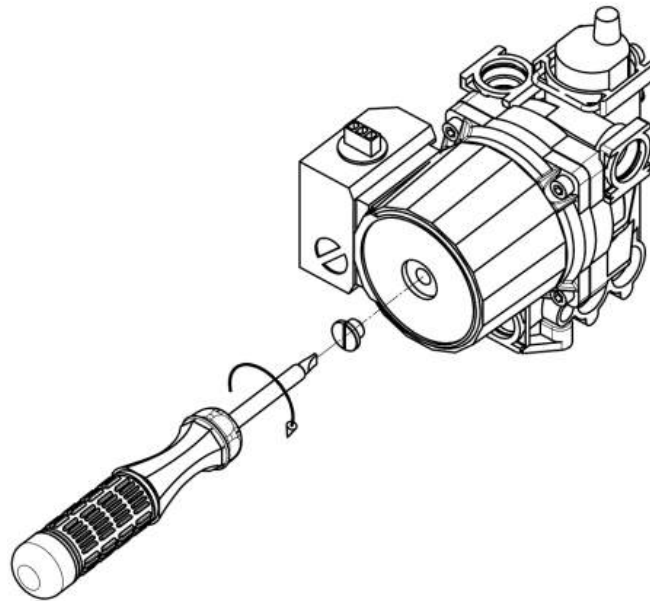

Рисунок 6 - проверка циркуляционного насоса
- При давлении свыше 2 бар открыть клапан дренажный (13), см. п. 13.1, понизив давление до 1,5 бар. При давлении ниже 1 бар – открыть кран подпитки контура отопления (16) и закрыть кран при достижении давления от 1 до 1,5 бар;
- не заблокирован ли насос. Для этого при помощи отвёртки открутите заглушку насоса и поворачивайте его вал несколько раз в разные стороны (см. рисунок 6). Затем плотно закрутите заглушку. При выполнении данной операции возможны протечки воды из насоса, после установки заглушки необходимо удалить остатки воды с компонентов котла (протереть);